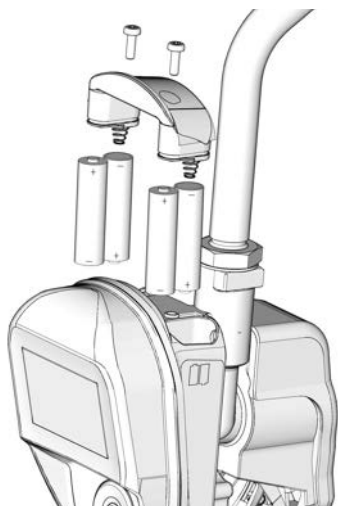

图 78
- 在电池盒中安装电池时，确保要按照计量分配阀任一侧的安装标签上所示的正确极性安装（图 78）。
4. 安装 4 节新电池。有关电池的方向，请参见机罩每一侧的标签和图 78。